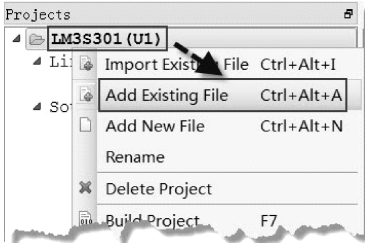

图 2-18 添加启动代码
6) 鼠标右键单击工程名，在弹出的下拉菜单中单击 Add Existing 选项为工程添加 startup_ewarm.c 启动代码，如图 2-18 所示，给工程添加闪烁灯和启动代码。